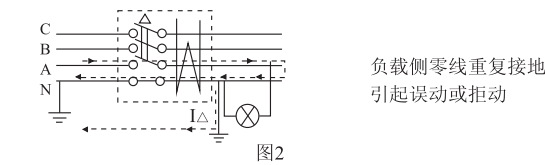

图2
漏电断路器的负载侧的零线接地（见图2），会使正常工作电流经接地点分流入地，造成漏电断路器误动作。解决方法是：将零线的重复接地接在漏电断路器电源侧的零线上。
7.1.2 拒动的主要原因是接线不当所致，把三极漏电断路器用于单相电路中，将设备的接地线作为一相接入漏电断路器中，或没有接电源端的电源。另外，如果负载侧的零线接地（见图2），在某些条件下，如发生漏电故障，使漏电电流一部分经零线接地点分流，综合结果使电流差值变小，如果此值小于漏电断路器的额定漏电动作值，则会导致拒动，解决方法是纠正接线错误。